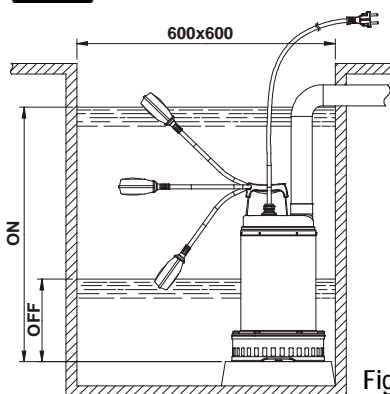

Fig.1
- 4.1 Si le fond du puits où la pompe doit fonctionner est particulièrement sale, il est bon de prévoir un support pour poser la pompe afin d'éviter que la crépine d'aspiration se bouche (Fig.1)
2. Pour la version munie d'interrupteur à flotteur, contrôler que celui-ci peut bouger librement (VOIR PARAGRAPHE REGLAGE INTERRUPTEUR A FLOTTEUR). Prévoir des puisards ayant les dimensions minimum indiquées dans la Fig.1. Le puisard devra toujours être dimensionné également en fonction de la quantité d'eau en arrivée et du débit de la pompe de manière à ne pas soumettre le moteur à un nombre excessif de démarrages.
- 4.1 If the bottom of the well or borehole in which the pump is to operate is particularly dirty, it is advisable to provide a support for the pump to sit on so as to avoid clogging of the intake grid (Fig.1).
2. On the version provided with a float switch, ensure that the float can move freely (SEE THE PARAGRAPH ON ADJUSTING THE FLOAT SWITCH). Ensure that the **minimum dimensions** of the borehole are as in Fig.1. The dimensions of the borehole must also be calculated with relation to the quantity of water arriving and to the pump flow rate so as not to subject the motor to excessive starting operations.